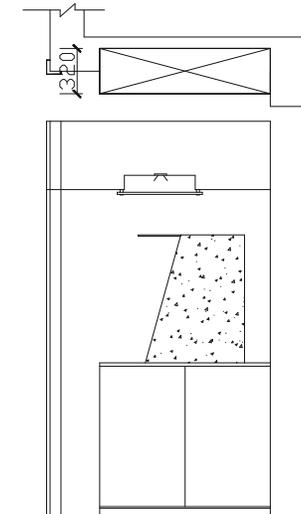
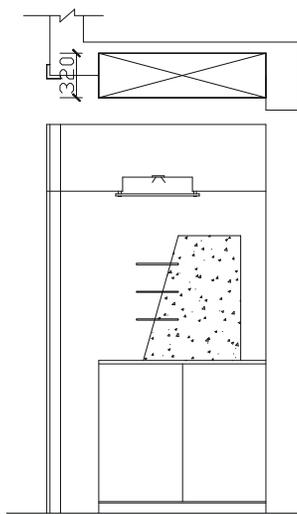
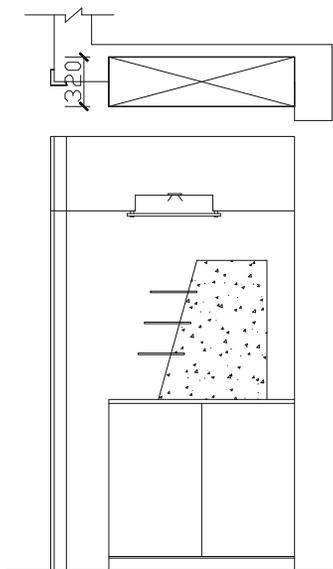

图 8-1-114
图 8-1-115
图 8-1-116
**STEP 09** 使用绘制矩形命令 RECTANG 绘制一个  $300 \times 10$  的矩形, 并使用移动命令 MOVE 将其移动到如图 8-1-114 所示的位置。
**STEP 10** 使用移动命令 MOVE 将如图 8-1-114 所示的矩形向下移动 200, 再使用复制命令 COPY 将移动后的矩形进行多重复制, 如图 8-1-115 所示, 其具体操作步骤如下:
选择对象: 指定对角点: 找到 1 个 // 单击如图 8-1-114 所示  $300 \times 10$  的矩形
**STEP 11** 使用移动命令 MOVE 将如图 8-1-115 所示的下方的两个矩形分别向左移动 40、80, 如图 8-1-116 所示。